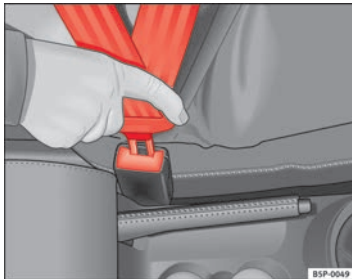

Abb. 12 Gurtschloss und Schloßzunge des Sicherheitsgurt
- Stecken Sie die Schloßzunge in das zum Sitz gehörende Gurtschloss, bis es hörbar einrastet ⇒ Abb. 12.